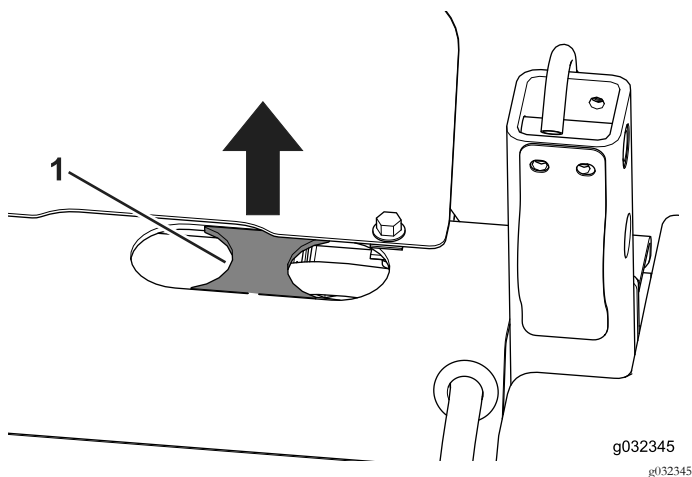

Figure 23
2. Enlevez la partie prédécoupée, si elle est présente, située entre les 2 trous (Figure 23).